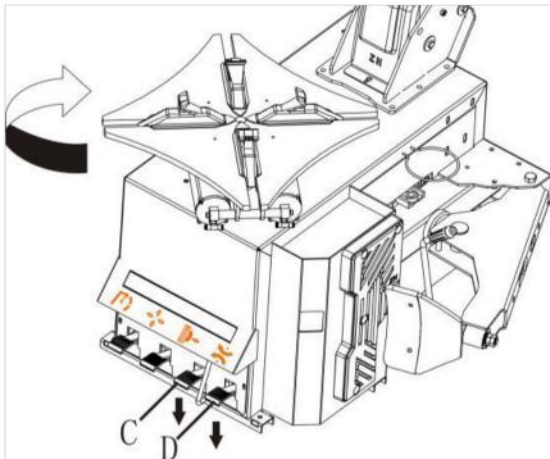

Fig. 13
- Test de fonctionnement : après la connexion, appuyer sur la pédale D (Fig. 13), le plateau tournera dans le sens des aiguilles d'une montre. Ce test est très important.